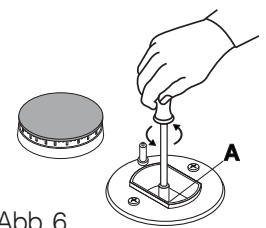

Abb. 6
2. Schrauben Sie die Düsen mit Hilfe eines 7 mm (Abb.6 Steckschlüssels ab und ersetzen Sie sie durch die entsprechenden Düsen der neuen Gasart (siehe Tabelle 1 "Merkmale der Brenner und Düsen").